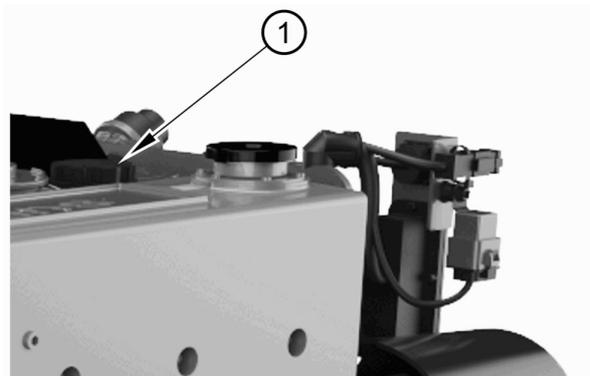
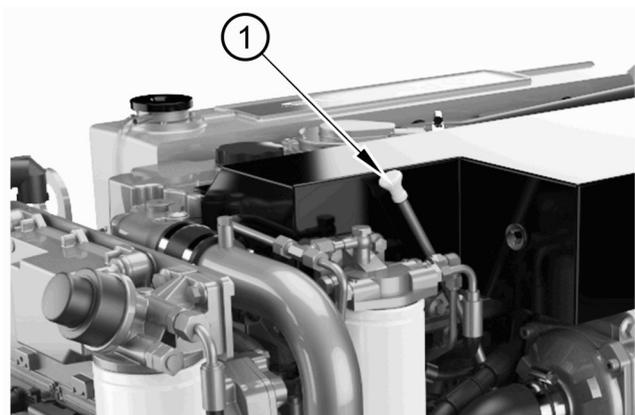

Abbildung 19
Abbildung 20
3. Reinigen Sie den Bereich um den Fülldeckel oben am Kippdeckel. Nehmen Sie den Deckel (Abbildung 19 Nummer 1) ab und füllen Sie langsam ca. 15 Liter neues und sauberes Schmieröl (zugelassene Kennwerte) in den Motor. Warten Sie, bis das Öl in die Wanne geflossen ist. Nehmen Sie den Peilstab (Abbildung 20 Nummer 1) heraus und stellen Sie sicher, dass das Schmieröl bis zur Voll-Markierung geht. Füllen Sie höchstens bis zu dieser Voll-Markierung des Peilstabs auf. Setzen Sie den Fülldeckel auf und stellen Sie sicher, dass der Peilstab richtig in das Peilstabrohr eingeführt ist.